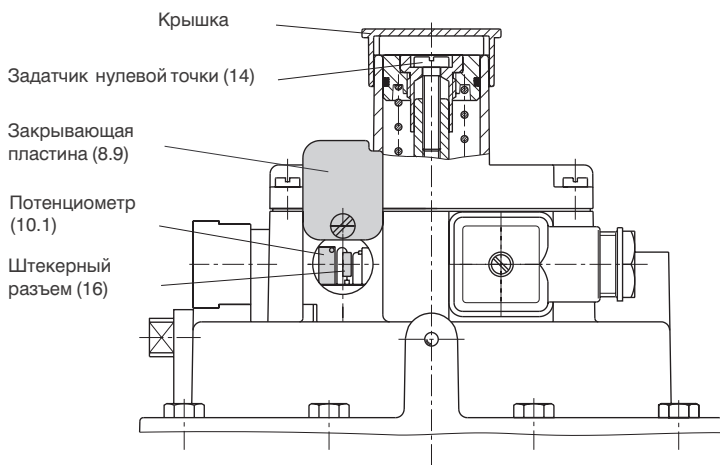

Рис. 7 · Сервопривод Тип 3372-032х/034х с вытягивающимся штоком привода
3.2 Установка привода с предохранительной функцией «шток привода вытягивается» тип 3372-032х/034х (рис. 7)